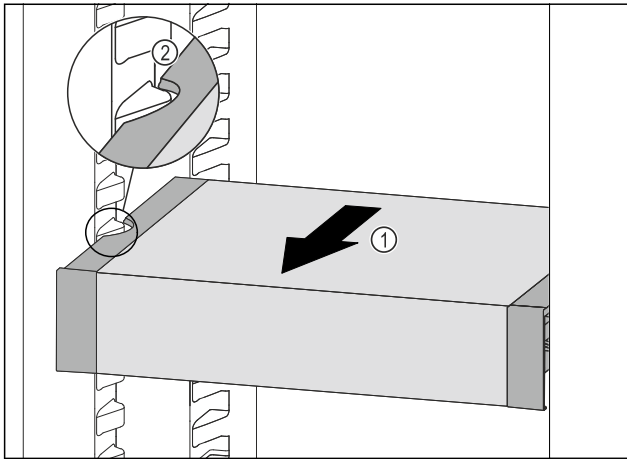

Fig. 82
- ▶ VarioSafe naar voren trekken Fig. 82 (1), tot de uitsparingen aan de zijkant van de VarioSafe zich ter hoogte van de rib in het koelgedeelte bevinden. Fig. 82 (2)